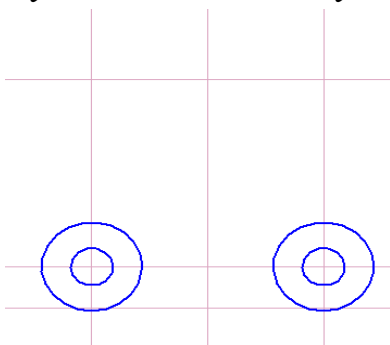

Рисунок 3.9 – Создание вспомогательной линии
9. Постройте **Вертикальную вспомогательную линию Стоп** (рисунок 3.9).